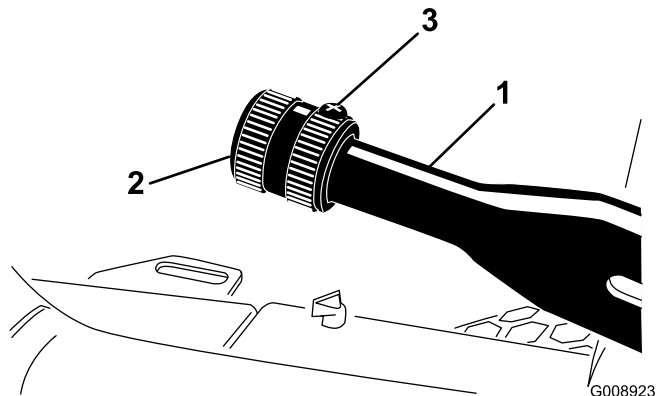

Figura 71
1. Allentate la vite a pressione che fissa la manopola alla leva del freno di stazionamento (Figura 71).